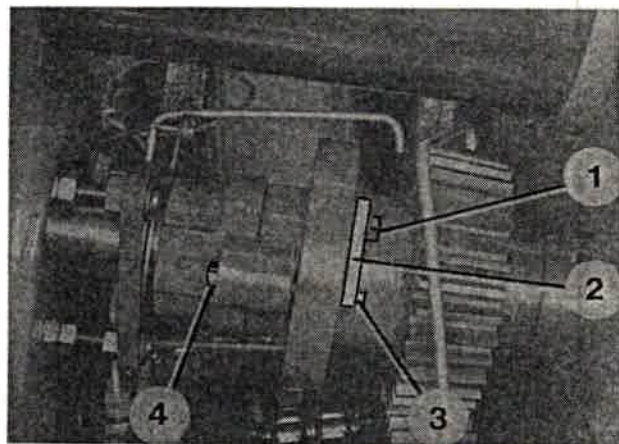

Bild 257
2. Sechskantschraube (Bild 257/1) herausschrauben, Halteblech (Bild 257/2) abnehmen.
3. Vorderen und hinteren Teil (Bild 257/3 + 4) des abgesicherten Bolzens herausziehen, dazu ggf. Antrieb der Drehzylinder verdrehen.